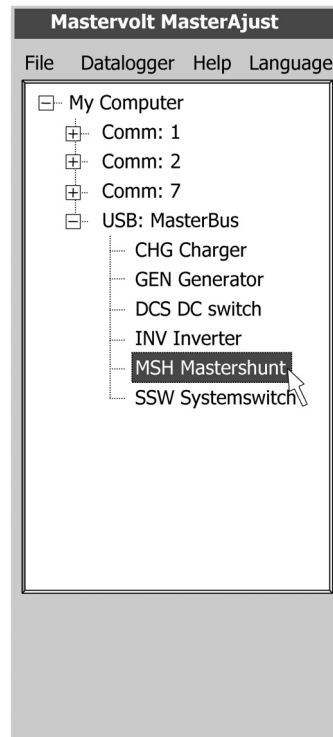

Figure 12
- 1 Se référer à la Figure 12. Dans l'arborescence de gauche, cliquer sur la source de commande (exemple : *MasterShunt*).